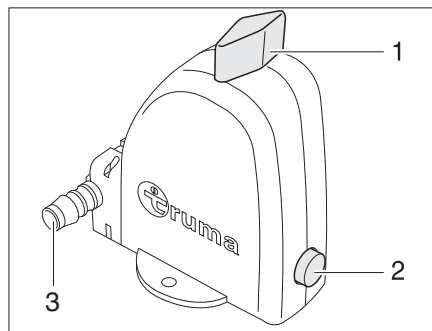

Fig. 321 Válvula de seguridad/purga de la caldera - Posición de funcionamiento
La caldera está equipada con una válvula de seguridad/purga (Fig. 321). La válvula de seguridad/purga evita que el agua de la caldera se congele cuando no esté conectada la calefacción en caso de helada.
- ▷ El tubo de vaciado (Fig. 321,3) de la válvula de seguridad/purga debe estar siempre exento de ensuciamientos (p.ej. follaje, hielo).
- Girar el botón giratorio (Fig. 321,1) en 90° longitudinal a la válvula de seguridad/purga.
El pulsador (Fig. 321,2) salta afuera. La caldera se vacía hacia fuera a través del tubo de vaciado (Fig. 321,3) de la válvula de seguridad/purga
- Girar el botón giratorio (Fig. 321,1) en 90° transversal a la válvula de seguridad/purga.
- Presionar el pulsador (Fig. 321,2).